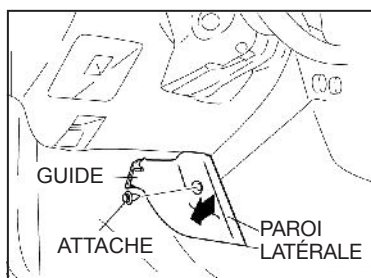

fig. 1
7. Retirez l'attache de la paroi latérale. (Voir fig. 1)